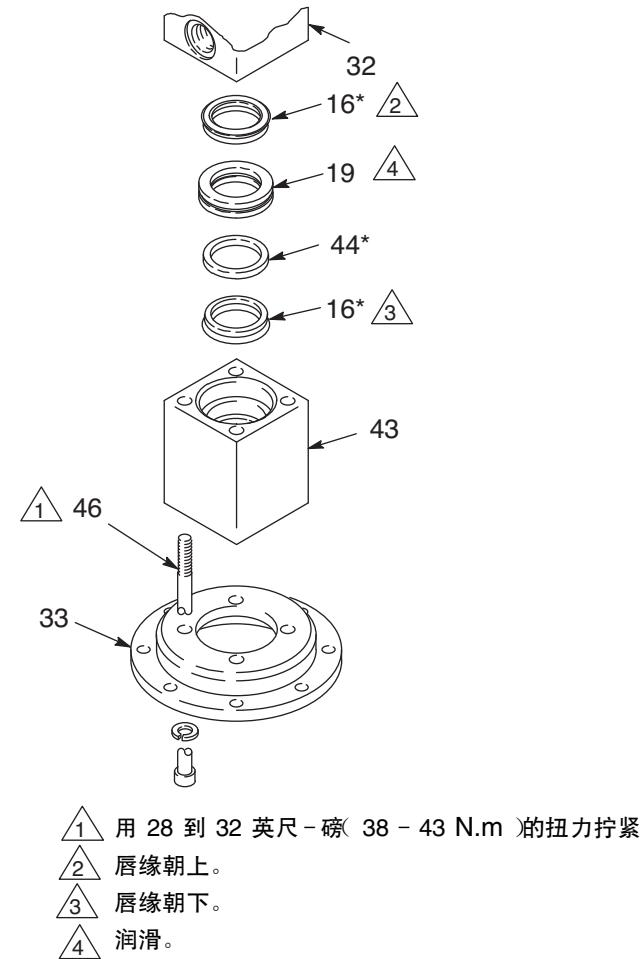

图 5
有关以下说明，请参见图 5。
5. 润滑导板（19）并在适配器（43）中安装密封件和导板，按照图 5 中的顺序一次安装一个。